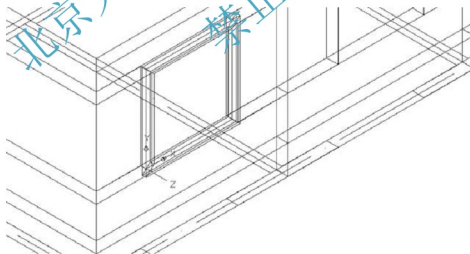

图 6.20 绘制出四周边框
(7) 在指定下一点或 [圆弧(A)/闭合(C)/半宽(H)/长度(L)/放弃(U)/宽度(W)]: 提示下, 输入“C”后按 Enter 键结束命令。结果生成如图 6.20 所示的“窗框”, 其宽度为 160mm, 厚度为 80mm。